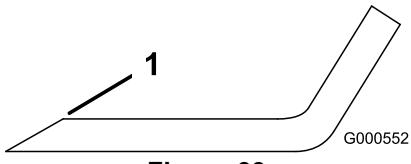
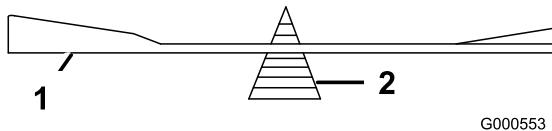

Figura 39
Figura 40
1. Affilate i taglienti da entrambe le estremità della lama con una lima (Figura 39). Rispettate l'angolazione originale. La lama conserva il proprio equilibrio soltanto se viene rimossa una quantità uguale di materiale da entrambi i taglienti.
- Controllate l'equilibrio della lama posizionandola su un bilanciatore (Figura 40). Se la lama rimane in posizione orizzontale, è bilanciata e può essere utilizzata. Se la lama non è bilanciata, limitate del metallo soltanto dalla costa (Figura 39). Ripetete la procedura finché la lama non è perfettamente bilanciata.